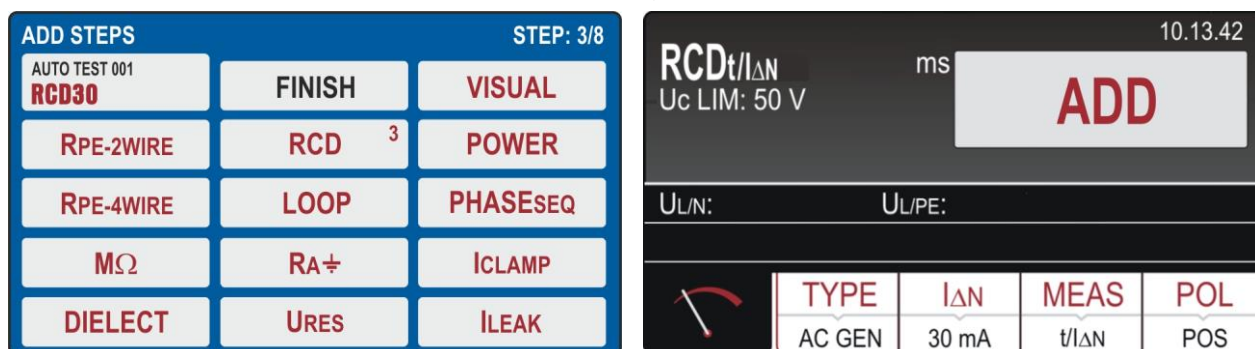

Fig. 21: Menù AUTOTEST – Selezione misure per aggiunta in Autotest
5. Premere il tasto **ADD STEPS** o toccare l'Autotest selezionato per aggiungere un test. Lo strumento propone la videata di Fig. 21 – parte sinistra
6. Toccare il test da inserire (ex: RCD) notando la presenza del numero di test attualmente inclusi nell'Autotest (ex: 3). Lo strumento mostra la videata della funzione selezionata (vedere Fig. 21 – parte destra). Eseguire la programmazione desiderata e toccare il tasto **ADD** per aggiungere il test
7. Ripetere le stesse operazioni per aggiungere **max 8 test** e toccare il tasto **FINISH** (vedere Fig. 21 – parte sinistra) per terminare l'inclusione. Notare l'aggiornamento dell'Autotest
15. Premere il tasto **ADD STEPS** o toccare l'Autotest selezionato per aggiungere un test. Lo strumento propone la videata di Fig. 21 – parte sinistra. Toccare il tasto **VISUAL**. La seguente videata è mostrata a display